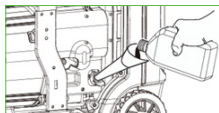

Fig.2
- Adăugați 0,7 L de ulei. (Consultați tabelul de ulei recomandat – Fig. 4) (Fig. 2)